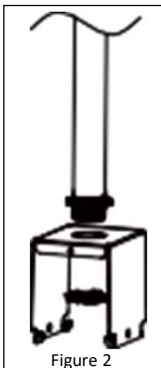

Figure 2
1. Montez le support sur un raccord NPT de 3/4 po. **Voir la Figure 2.**